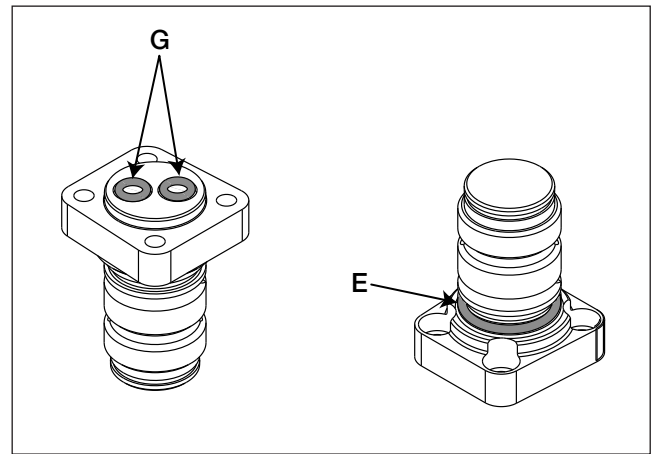

Abbildung 2 Anbringung des O-Rings, Schwenkkupplungsstange
1. Falls nicht bereits erledigt: Entfernen Sie den Sprengring (A) an der Oberseite der Schwenkkupplungsstange (F). Ziehen Sie die alte Schwenkkupplung (B) unter Verwendung von zwei Schraubenziehern vorsichtig von der Schwenkkupplungsstange (F).
2. Entfernen Sie die vier Inbusschrauben (D), die die Schwenkkupplungsstange (F) sichern. Ziehen Sie die Schwenkkupplungsstange (F) vorsichtig von der Antriebseinheit oder vom Gehäuse des Drehmomentschlüssels (H).
3. Säubern Sie sämtliche Oberflächen der Antriebseinheit oder des Gehäuses des Drehmomentschlüssels (H). Geben Sie anschließend etwas von der Gewindeversiegelung Loctite 243 in die vier Gewindebohrungen (*) der Antriebseinheit oder des Gehäuses des Drehmomentschlüssels (H). Stellen Sie sicher, dass keine Versiegelung in die Hydraulikanschlüsse gelangt.
4. Bringen Sie zwei neue O-Ringe (G) an den Anschlüssen der Basis der neuen Schwenkkupplungsstange (F) an. Für die O-Ring-Positionen siehe Abbildung 2.
5. Positionieren Sie die neue Schwenkkupplungsstange (F) auf der Antriebseinheit oder dem Gehäuse (H) und stellen Sie sicher, dass die Hydraulikanschlüsse ausgerichtet sind. Achten Sie darauf, dass die O-Ringe (G) nicht herausfallen und nicht eingeklemmt oder eingequetscht werden.
- Bringen Sie den O-Ring der Schwenkkupplungsstange (E) auf dem Set an. Fetten Sie den O-Ring vor der Montage mit Silikonfett. Für die Position siehe Abbildung 2.